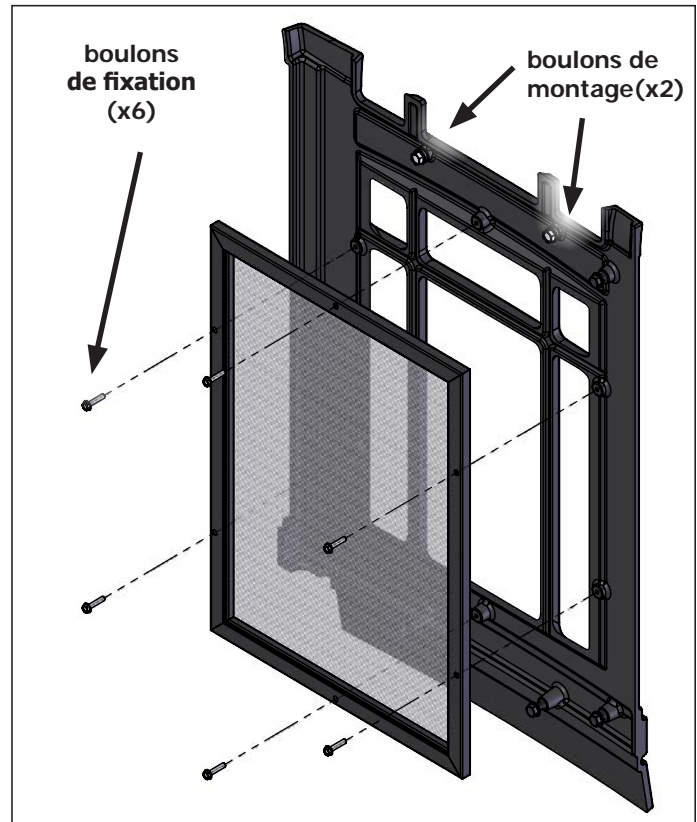

Figure 62. Dépose de l'écran de sécurité- Côtés
Étape 6: Retirez les six (6) boulons de fixation (Figure 62) à l'aide d'une douille 1/4 "et retirez la grille endommagée tout en notant l'orientation. Installez le nouvel écran (50-3716) en réinstallant simplement les boulons de fixation.
Étape 7: Réinstallez le côté moulé et serrez les deux (2) boulons de fixation supérieurs. Réinstallez la porte coulée et le dessus pour terminer.